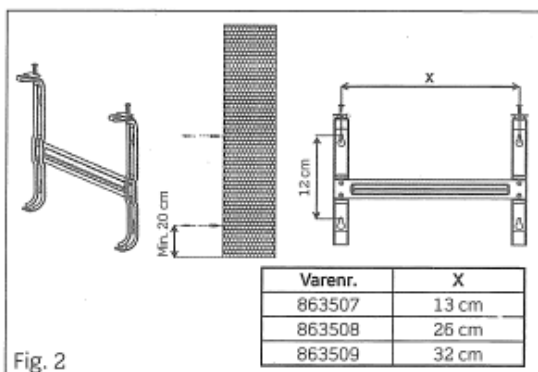

Fig. 2
1) Bør fire huller i væggen, der passer til metalbeslaget (Fig. 2).